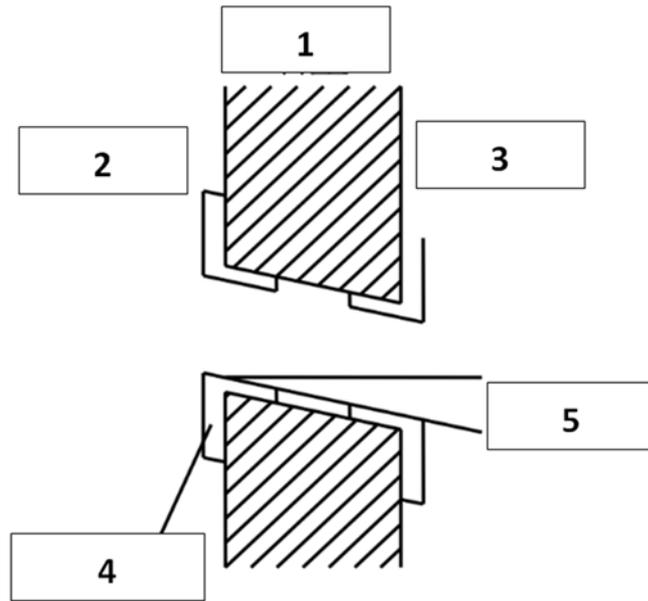

Imagen 6
2. Perfore los orificios (para tuberías) en la ubicación de la pared seleccionada. El diámetro del orificio debe ser de aproximadamente 80 mm. El orificio debe estar ligeramente inclinado hacia el exterior e instalar una tapa de pared (Imagen 6).